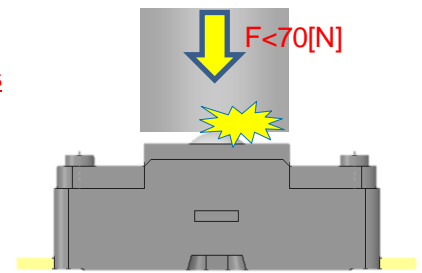

Fig6. Shock to HFD-500
- ・本センサの受圧子(球体)には、70[N]以上の衝撃が加わらないような構造にしてください。(図 6)
- ・Please make a structure that does not apply impact of 70 [N] or more to the force-receiving part (ball shape) of this sensor. (Fig 6)